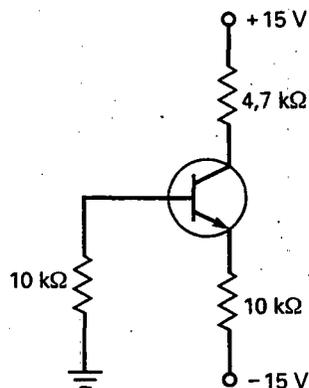

Figura 8-23
- 8-13. ¿Cuál es el valor de la corriente de emisor en la Figura 8-23? ¿Cuál es el valor de la tensión de colector?
- 8-14. Si todas las resistencias de la Figura 8-23 se duplican, ¿qué valor tiene la corriente de emisor? ¿Y la tensión de colector?
- 8-15. Todas las resistencias de la Figura 8-23 tienen una tolerancia de ± 5 por 100. ¿Cuál es el mínimo valor posible para la tensión de colector? ¿Y el valor máximo?